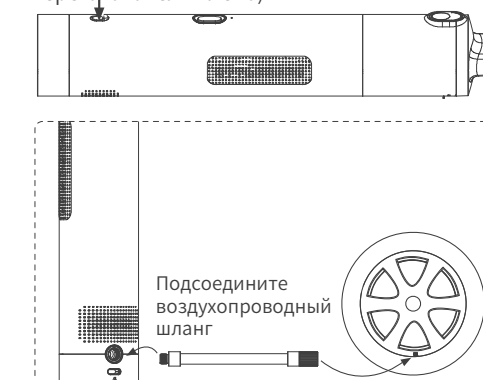

Рис. 1
- ① Выбор режима насоса или пылесоса (выберите режим насоса).
- ② Выбор режима насоса: Давление можно предварительно установить в зависимости от желаемого давления в шинах.
- ③ Подсоедините шланг (как показано на рис. 1).
- ④ Нажмите дважды, чтобы начать нагнетание воздуха.
- ⑤ Подача воздуха прекратится, когда давление в шине достигнет заданного значения.